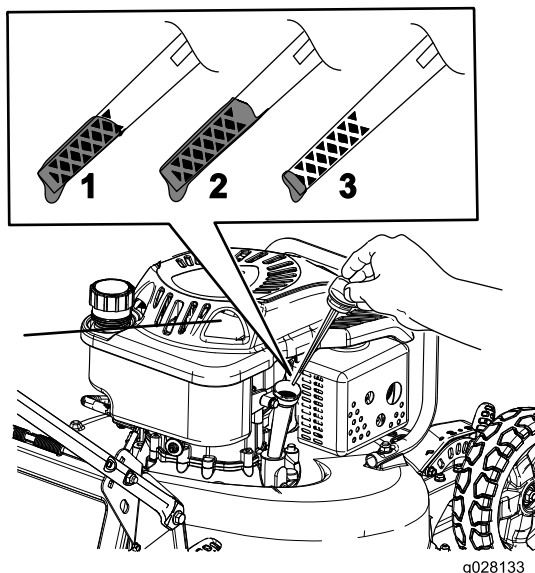

Figura 22
9. Retire la varilla y compruebe el nivel de aceite en la misma (Figura 22).